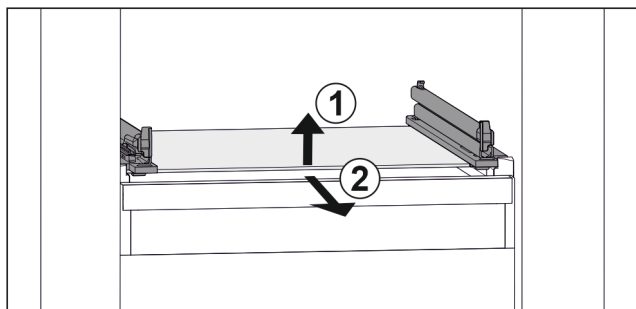

Fig. 74 Príklad zobrazenia sklenenej dosky
- ▶ Nadvihnite sklenenú dosku vpred. Fig. 74 (1)
- ▶ Odoberte sklenenú dosku dopredu. Fig. 74 (2)